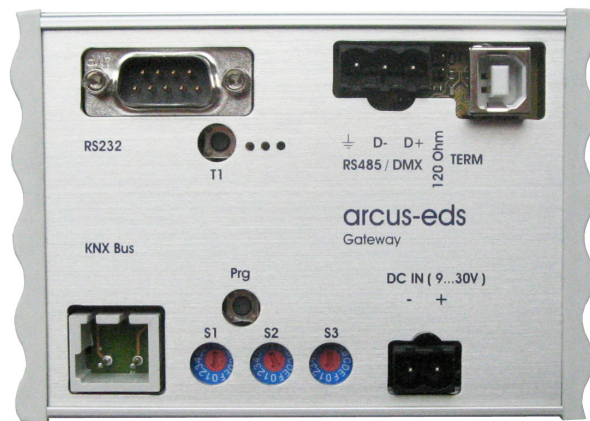

Bild 1
**Clamp RS485 / DMX (Bild1)**
- 2 DMX Data - (B)
- 3 DMX Data + (A)